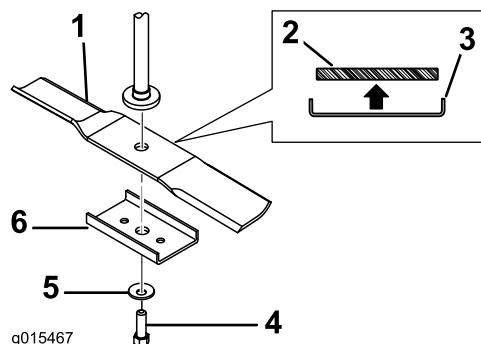
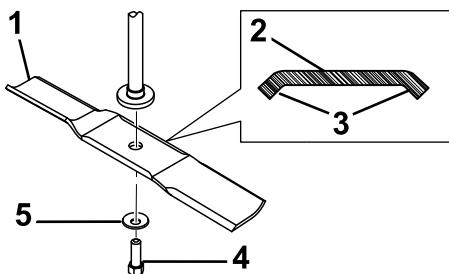

Figure 2
Figure 3
- Parmi les types de lame illustrés à la Figure 2 et Figure 3, choisissez le plus proche de celui monté sur votre tondeuse. Tenez l'extrémité de la lame avec un chiffon ou un gant épais et déposez la lame comme illustré.